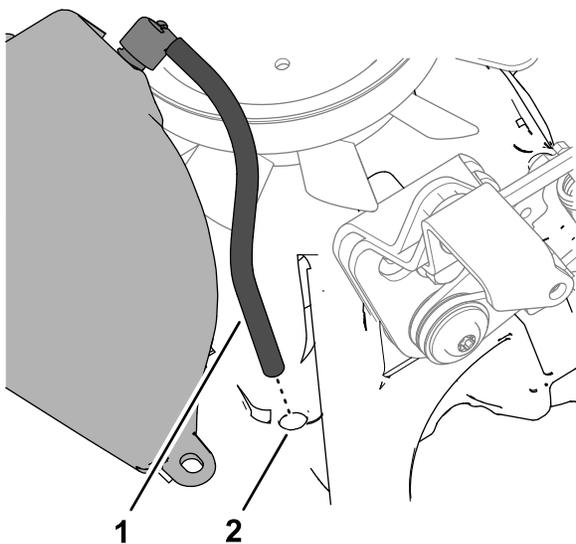

Рисунок 60
5. Вставьте вентиляционный шланг расширительного бачка в отверстие в основном корпусе трансмиссии (Рисунок 60).